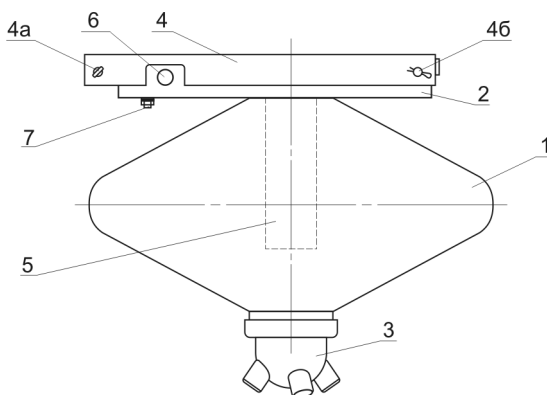

Рис. 1. Конструкция МПП «Гарант-12КД».
4.1. Конструкция МПП «Гарант-12КД» представлена на рис. 1.
6.4. Поднять модуль к месту установки и зацепить крюк узла крепления за левую ось крепежной площадки (поз. 4а, рис. 1).